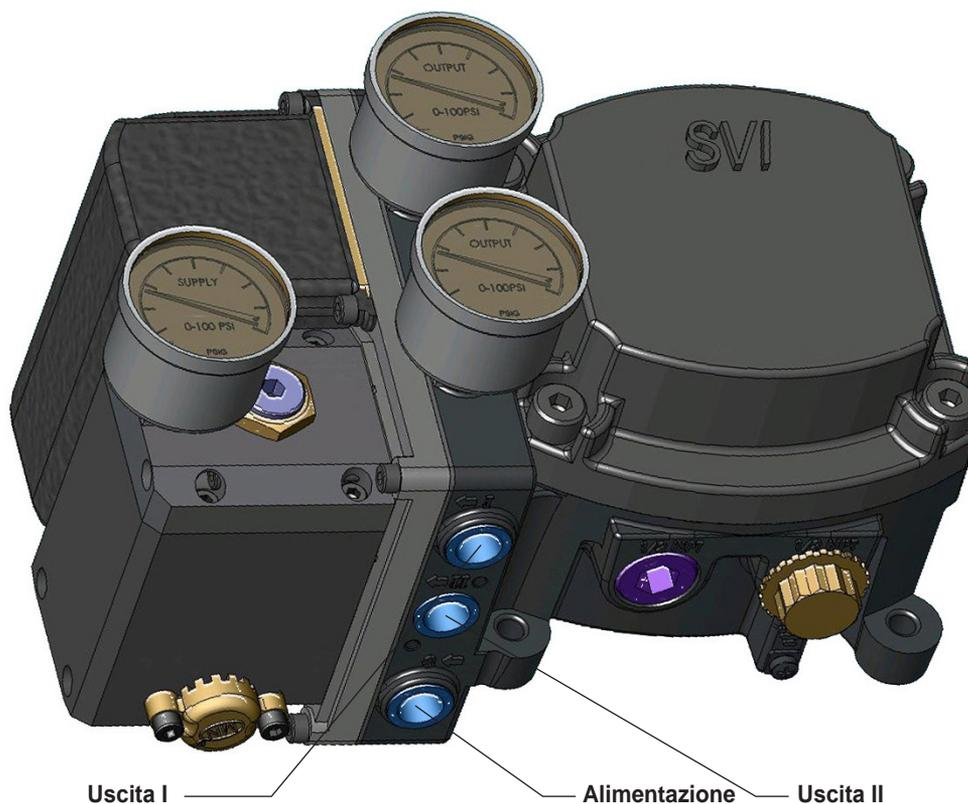

Figura 25 - Prese aria su posizionatore ad azione doppia
1. Collegare l'uscita 1, contrassegnata (←I) alla porta di ingresso dell'attuatore e l'uscita 2, contrassegnata (←II) alla porta opposta dell'attuatore (vedere Figura 25).